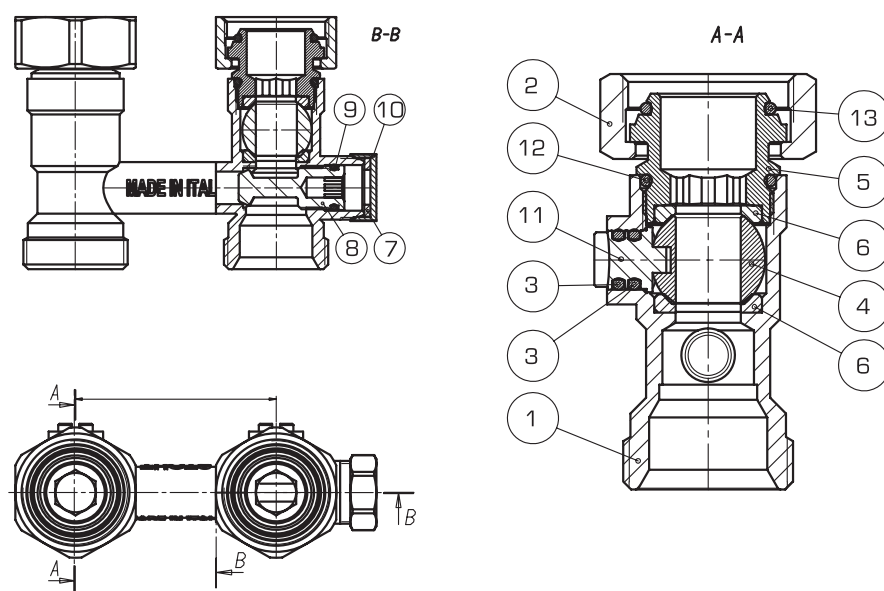

Рис. 1.58.
Универсальный узел нижнего подключения (рис. 1.58) состоит из Н-образного корпуса (1) со встроенными шаровыми запорными кранами (2), присоединяемого к патрубкам радиатора накидными гайками с кольцевыми уплотнениями. Между двумя проходами ниже шаровых кранов находится перемычка-байпас (3), которая используется в случае применения узла в однотрубной системе отопления. Перемычка имеет устройство (4) для регулирования степени ее открытия. Снаружи шток регулирующего устройства закрыт защитным колпачком. Нижние штуцеры узла предназначены для соединения с трубопроводами системы с использованием компрессионных фитингов типа «Евроконус» (в комплект гарнитуры не входят и заказываются отдельно). У узла нижнего подключения в угловом исполнении нижние штуцеры выполнены в виде угольников, направленных в сторону стены помещения при установке их на радиатор.